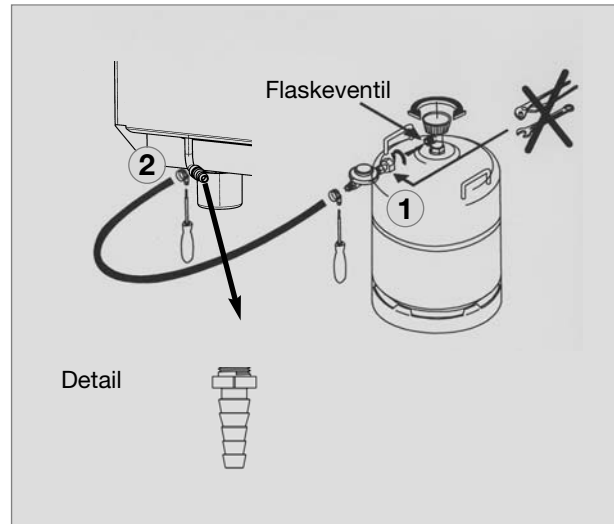

Fig.3
- En fast innstilt trykkregulator **(1)**, Fig. 3 (trykkforminsker) må være installert i ledningen til apparatet. Kjøleskapet må ikke benyttes med annet trykk enn det som er angitt på typeskiltet.